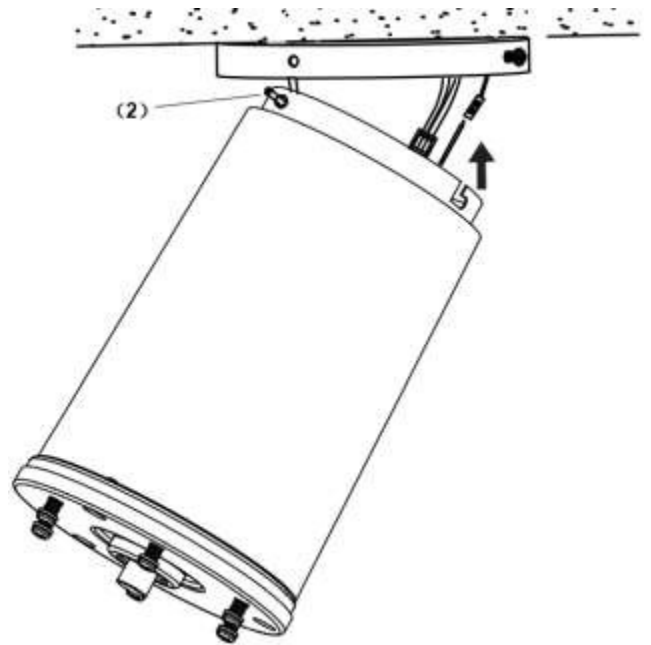

Fig. 4
- Levante el conjunto del ventilador hasta el soporte de montaje. Cuelgue el conjunto del ventilador en el gancho en J (2) del soporte de montaje. (Fig.4)